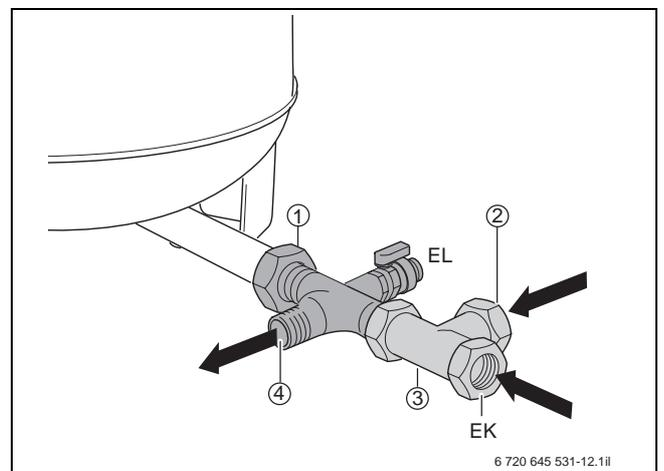

Fig. 67 Attacco accumulatore inferiore su Logalux SF
Per l'attacco inferiore dell'accumulatore può essere utilizzato un elemento a croce (fig. 67, pos. 1) dalla gamma accessori dell'accumulatore. Questo elemento a croce contiene una valvola di non ritorno in direzione della stazione di scarico inerziale che eviti false circolazioni. Subito dopo viene collegata la portata della funzione antilegionella per mezzo del raccordo a T.